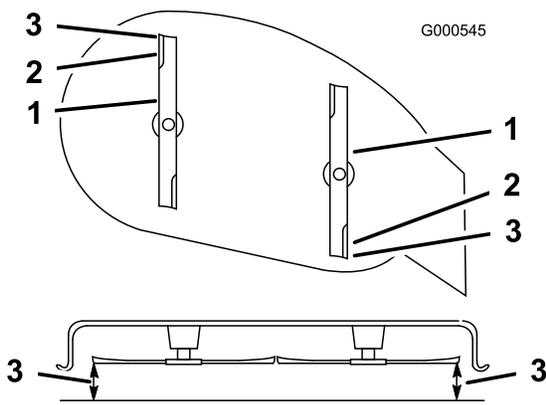

Figure 41
- Mesurez la distance entre le haut de la lame avant et la pointe de la lame arrière par rapport à la surface plane (Figure 41). Si la pointe de la lame avant n'est pas de 0 à 6 mm plus basse que la pointe de la lame arrière, réglez le contre-écrou avant.
Remarque: Poursuivez le réglage de l'écrou jusqu'à ce que la pointe avant de lame soit de 0 à 6 mm plus bas que la pointe arrière (Figure 41).